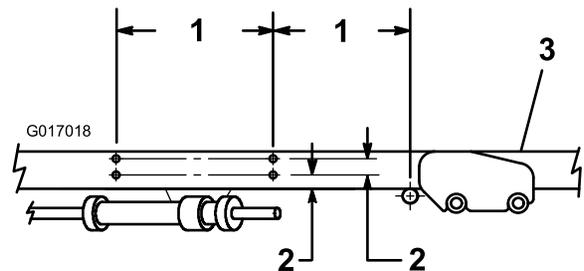

Figure 4
3. Reportez-vous aux dimensions indiquées à la Figure 4 pour situer, repérer et percer 4 trous (7 mm de diamètre) dans le tube de cadre droit.